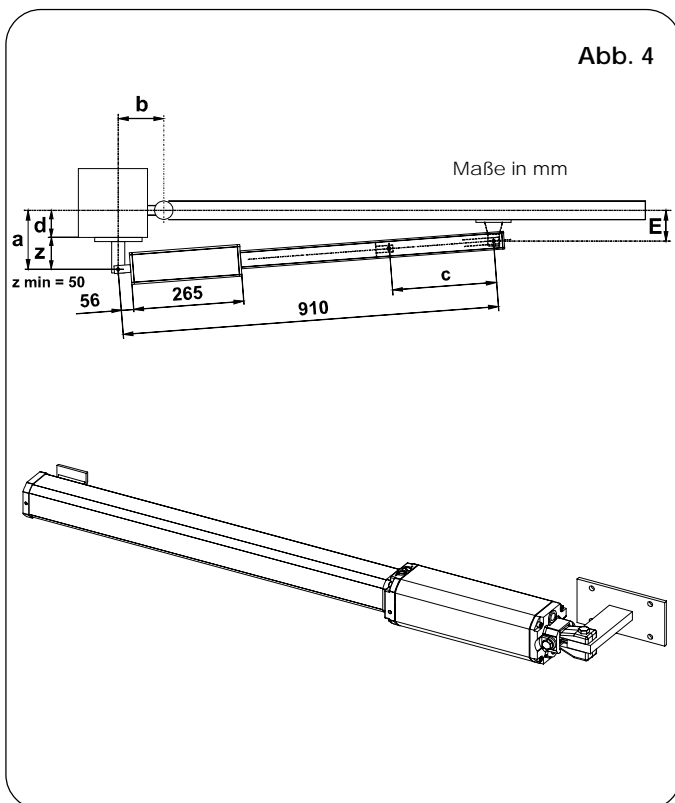

Abb. 4
- aus Gründen des Platzbedarfs des Antriebs **beträgt das Mindestmaß Z 50 mm** (Abb. 4);